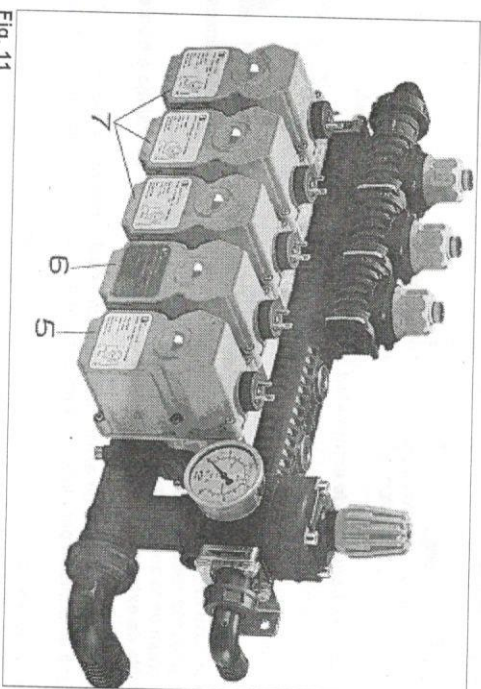

Fig. 11
Cuando el interruptor central está en función (1) todas las válvulas de sección (7) (fig. 11) están abiertas o cerradas al mismo tiempo (función All-On-Off) (interruptor hacia arriba=válvulas abiertas).
Cuando el interruptor de sección está en función (2) las válvulas de sección (7) (Fig. 11) están abiertas o cerradas (interruptor hacia arriba=válvulas abiertas)
Cuando el interruptor es utilizado (4), el ordenador automáticamente se convierte de Automático a Manual. Al mismo tiempo el motor para la regulación de presión (6) (fig. 11) se pone en marcha en la dirección requerida (+ 0 -) por todo el tiempo en que el interruptor está pulsado. El caudal en salida l/ha puede ser modificada manualmente.